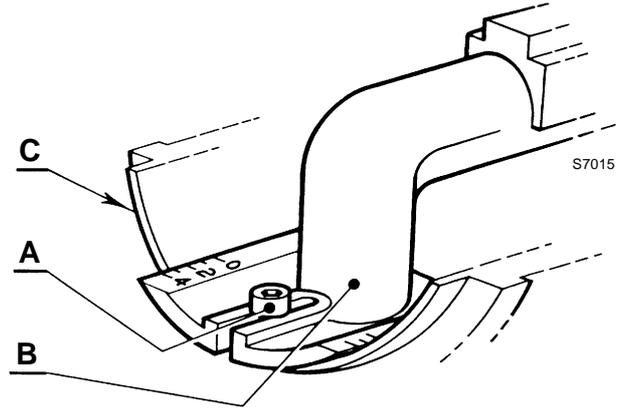

图 12
- 拧松螺丝 A) (图 12)，移动弯头 B) 使之与连接器 (C) 的端面看齐到设定的刻度。